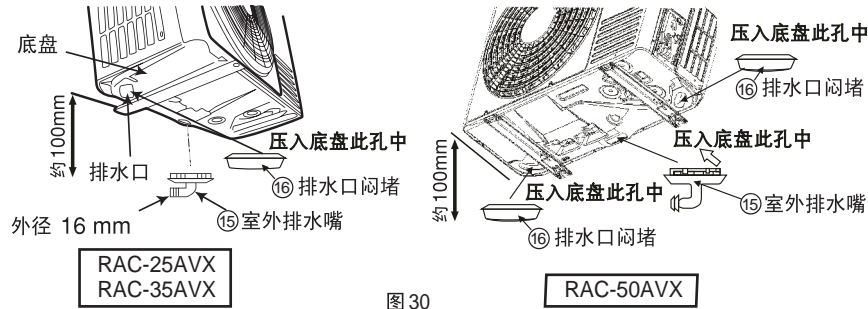

图 30
- 2 请将机体在安装后,按图30所示将附件⑮室外出水嘴安装在出水孔中。